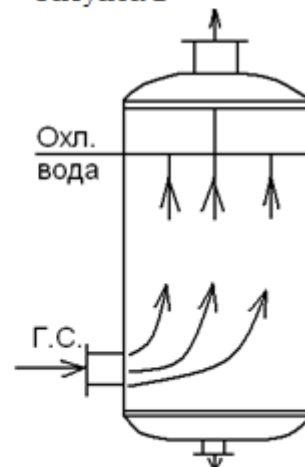

Рисунок 4
4). Рисунок 4      5). Иной вариант ответа